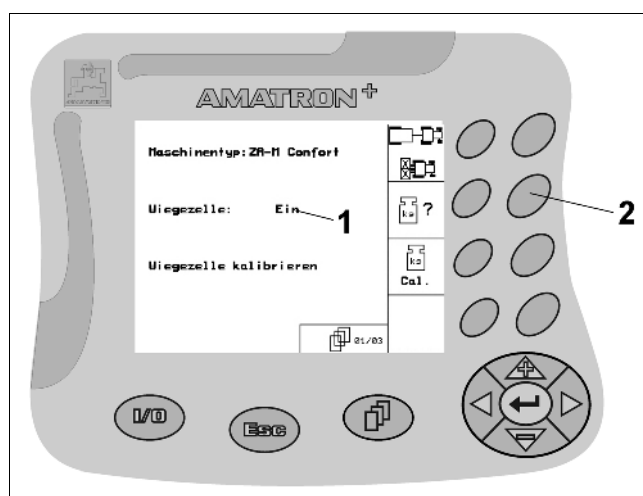

Рис. 13
Если требуется ввод текстов или цифр на **AMATRON⁺**, появляется меню ввода (Рис. 13).
В нижней части дисплея появляется поле выбора (Рис. 13/1) с буквами, цифрами и стрелками, из которых образовывается строка ввода (Рис. 13/2) (текст или цифры).
- Выбор букв или цифр в поле выбора (Рис. 13/3).
- Сохранение выбора (Рис. 13/3).
Стрелки $\leftarrow \rightarrow$ в поле выбора (Рис. 13/4) позволяют передвигаться в текстовой строке.
Стрелка $\leftarrow$ в поле выбора (Рис. 13/4) удаляет последний ввод.